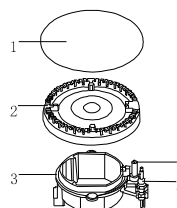

Рисунок 3
Если же после нескольких попыток не получается разжечь конфорку, проверить правильность положения «крышки» и «коронки» (см. схему – рисунок 3). Чтобы погасить конфорку, повернуть кнопку на символ «●».
5. Термопара (см. рисунок 3)